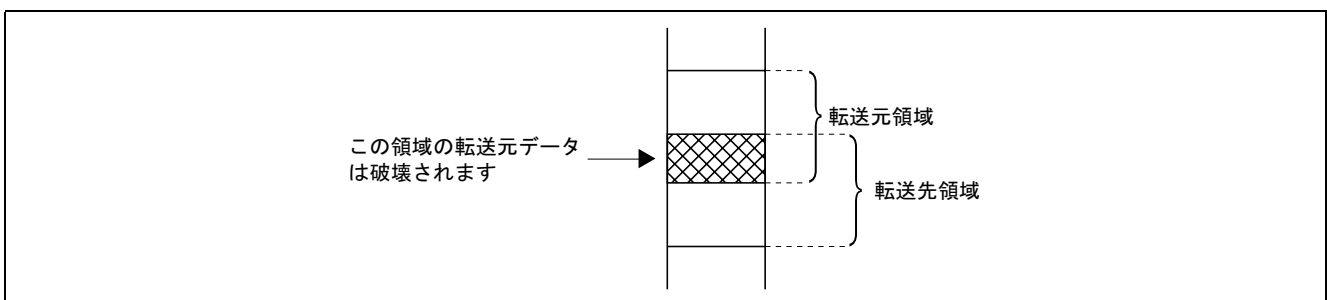

図 2 データが重なる場合のブロック転送
- a. 転送元領域と転送先領域が重ならないように入力引数を設定してください。転送元領域と転送先領域が重なった場合、図 2 に示すように、重なった部分の転送元領域のデータは破壊されます。